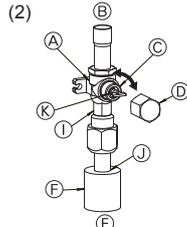

Fig. 4-7
(2) Kapama vanasının gaz tarafı (Fig. 4-7)